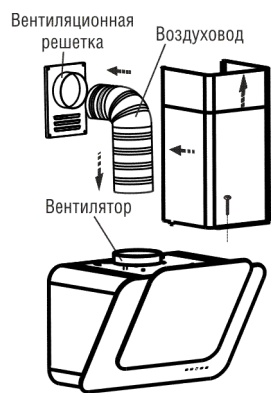
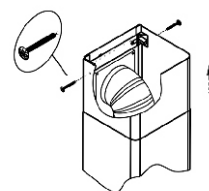

рис. 7
рис. 8
6.3 Соедините вентилятор с вентиляционной решеткой полужестким гофрированным воздуховодом (рис. 7).
6.4 Установка фальштруб (рис.7). На нижней фальштрубе имеются специальные «ушки», которые необходимо направить в пазы, расположенные на верхней панели вытяжки. Затем нижнюю фальштрубу необходимо зафиксировать двумя самонарезающими винтами 3,5x11 мм. Выдвиньте верхнюю фальштрубу, навесьте ее на кронштейн (рис.8) и закрепите винтами.